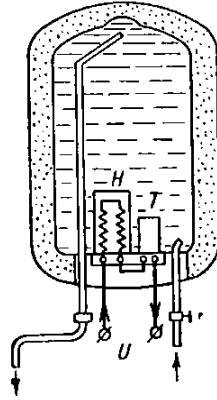

Рисунок 3 – Схема к задаче №18.
18. Бак с электроподогревом емкостью 100 л имеет нагреватель мощностью 1500 Вт. Вода нагревается с 15 до 90°C. К.п.д. нагревателя 90%. Сколько времени будет нагреваться вода, пока нагреватель Н не отключится термостатом Т? Какое сопротивление имеет нагреватель, если напряжение сети 220 В (рис. 3)?